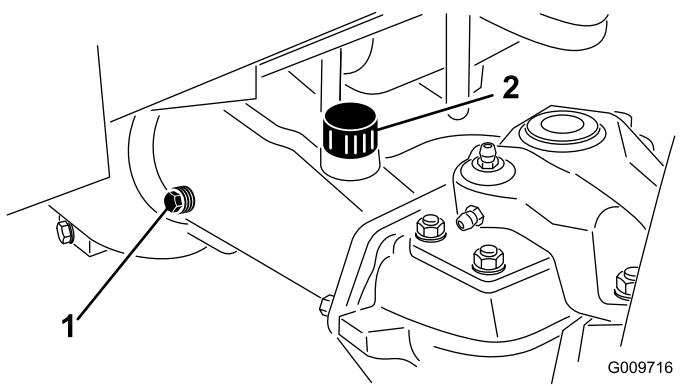

图 67
2. 从轴的 1 端取出检查塞确保润滑油向上直至孔的底部 图 67。